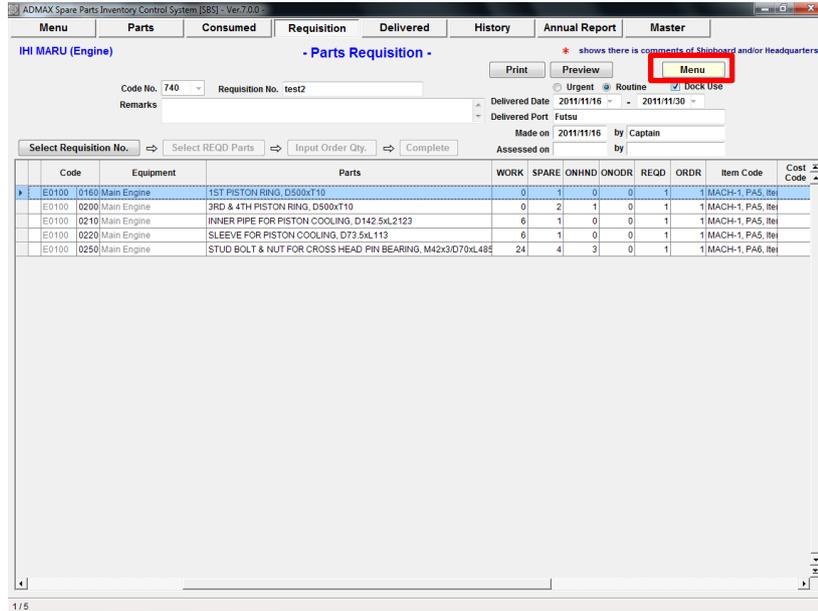

図 6.5 Completed Parts Requisition
12. “Completed Parts Requisition Screen”(図.6-5) が表示されます。